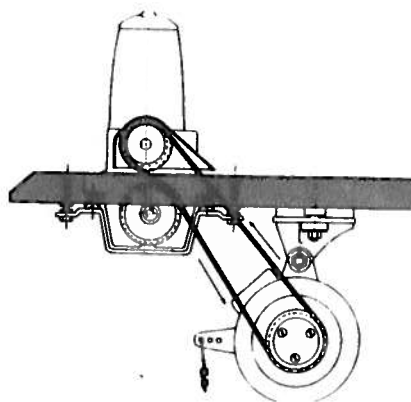

fig. 1
3. Montare la cinghia di trasmissione secondo lo schema (fig. 1).